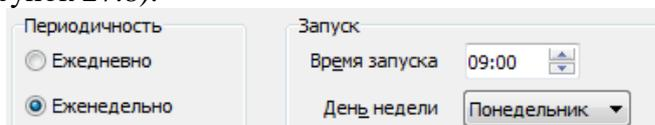

Рисунок 27.8 – Вкладка Автоматическое резервное копирование БД, периодичность Ежедневно
– Ежедневно, в этом случае необходимо указать День недели и Время запуска копирования (рисунок 27.8):